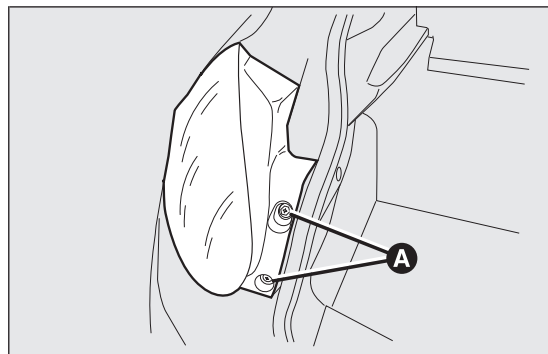

fig. 147
- ☐ ouvrir le coffre à bagages et dévisser les deux vis A fig. 147 de fixation du groupe optique arrière ;